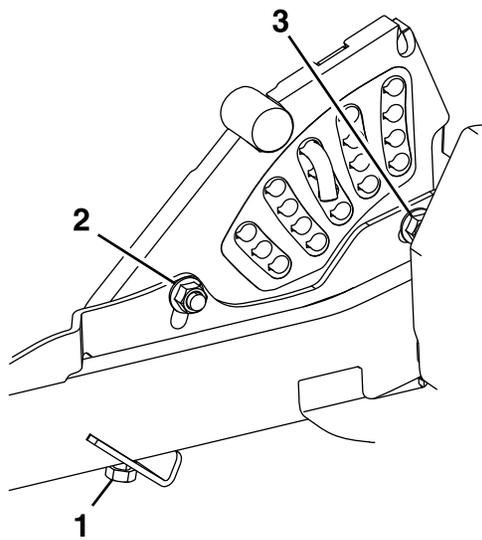

Figura 83
11. Se le 4 viti di regolazione del piatto di taglio non sono state regolate in modo da ottenere un'altezza di taglio accurata con l'inclinazione desiderata, potete regolare il sistema da un punto unico (**Figura 83**).
12. Per regolare il sistema da un punto unico, per prima cosa allentate i bulloni per il montaggio della piastra dell'altezza di taglio anteriore e posteriore (Figura 83).
14. Serrate i 2 bulloni alla base della piastra dell'altezza di taglio (Figura 83).